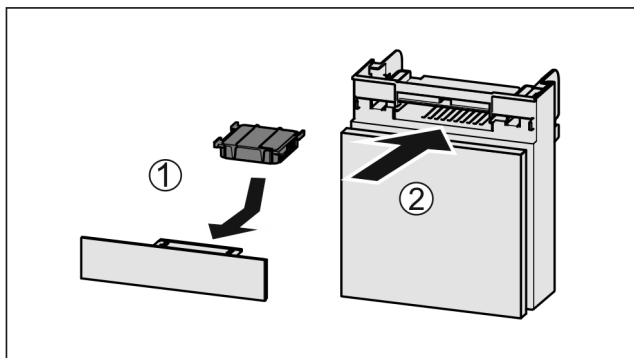

Fig. 155
- Umetnite filter s aktivnim ugljenom kao što je prikazano na slici Fig. 155 (1).
- Umetnite pretinac Fig. 155 (2).